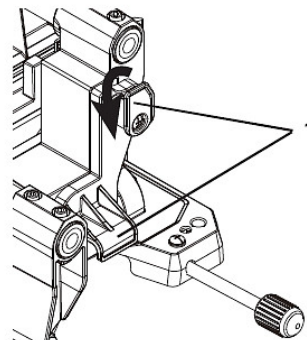

Abb. 12: Aufbewahrung des Stromkabels
7.6 Aufbewahrung des Stromkabels (Abb. 12)